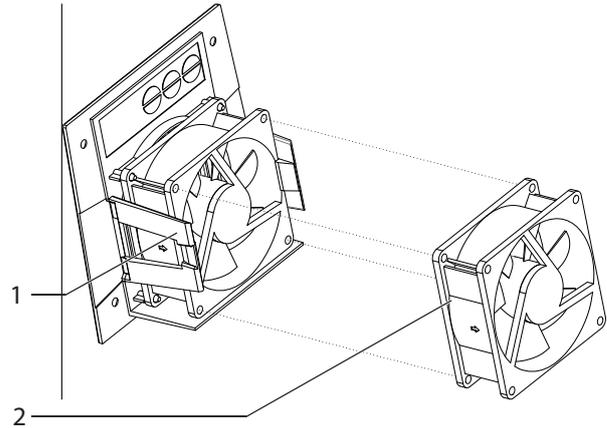

Bild 39: Lüfter aus der Abdeckung nehmen
6. Lüfter durch der leichtes öffnen der Raster-Halterung aus der Lüfterabdeckung nehmen. (Bild 39 auf Seite 46).